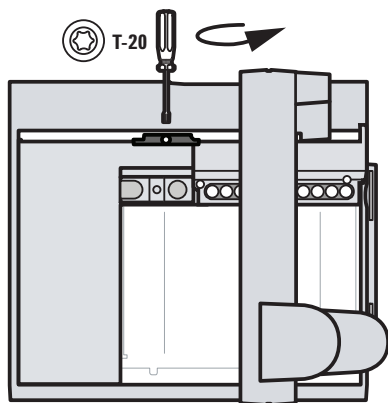

図 8 出荷用クランプからの T-20 ネジの取り外し
- 5 T-20 トルクスドライバを使用して、出荷用クランプから T-20 ネジを取り外します (図 8)。